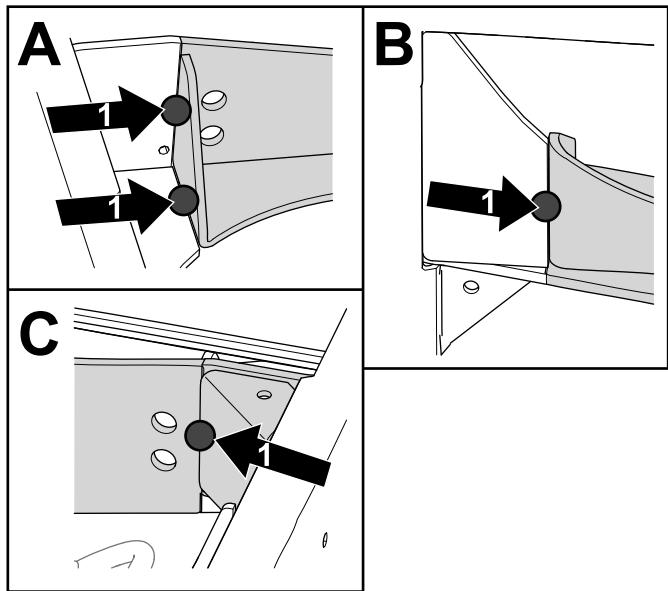

Figure 14
- Appliquez des points de soudure sur l'extérieur, le dessous et l'endroit où le support d'angle touche le support d'essieu afin de le maintenir en place (Figure 14). Répétez la procédure de l'autre côté.